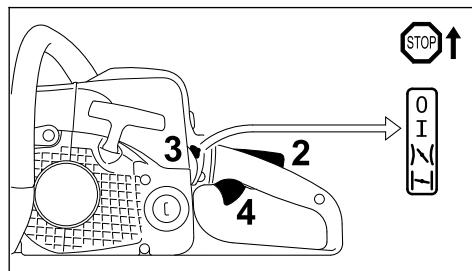

Рис. 50
- Нажать стопор рычага газа (рис. 50, поз. 2) и нажать и сразу же отпустить рычаг газа (рис. 50, поз. 4), комбинированный рычаг (рис. 50, поз. 3) переходит в рабочее положение I , а двигатель переключается в режим холостого хода